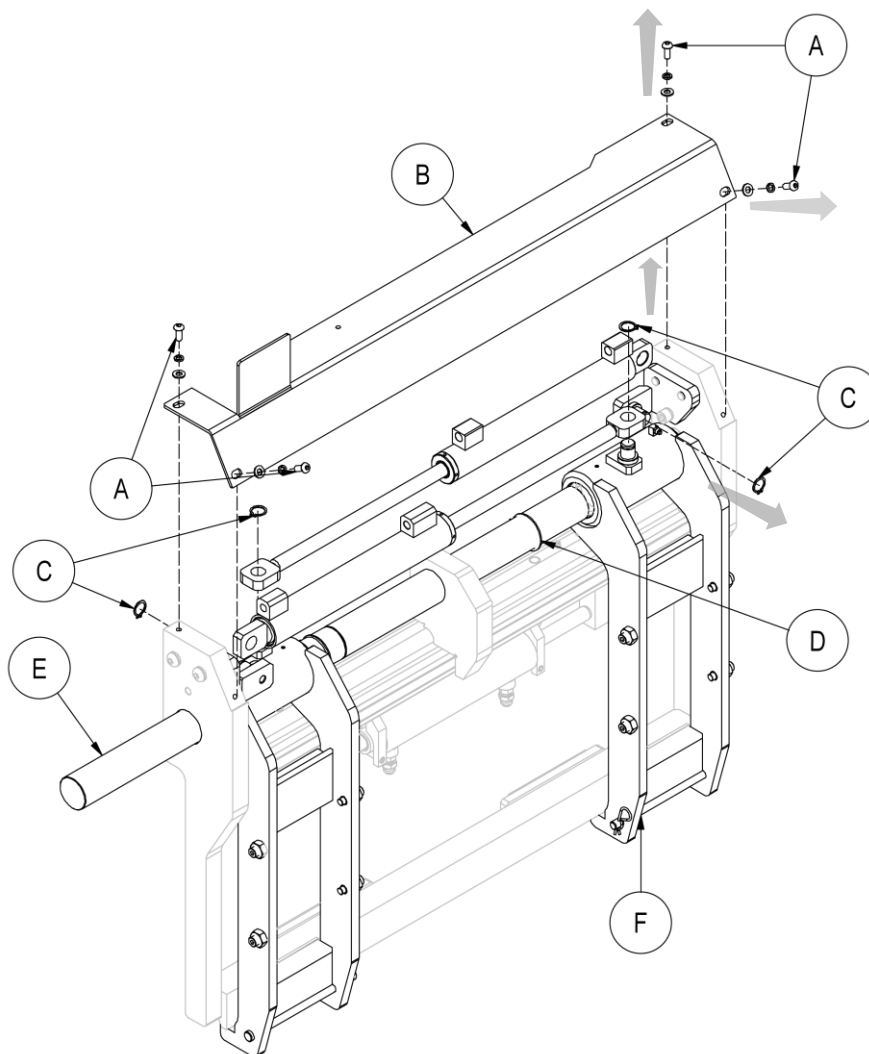

Figura 20
6. Allentare l'anello elastico **D** che blocca la barra e rimuoverlo dalla sua sede, posizionandolo ad una distanza sufficiente per poter rimuovere il fodero sullo stesso lato (vedi *Figura 20*).
7. Con l'ausilio di un martello gommato, spingere delicatamente la barra **E** (vedi *Figura 20*).
8. Rimuovere con attenzione il fodero **F** (vedi *Figura 20*).